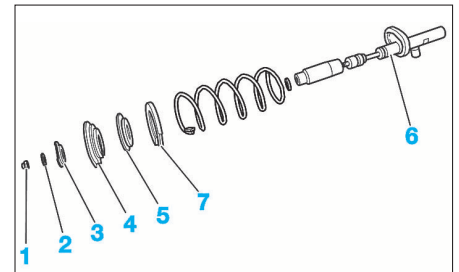

FIG. 17
- l'écrou de tige d'amortisseur (1) (Fig.17).